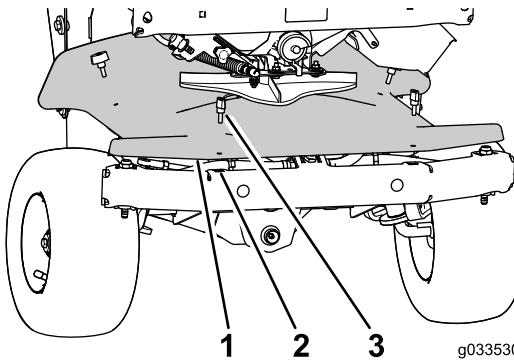

Figure 32
- Retirez les 4 vis    oreilles qui fixent le couvercle avant (sous la turbine) au ch  ssis et d  posez le couvercle (Figure 32).